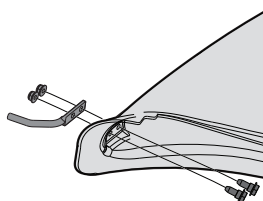

Figure 13
- À partir de l'intérieur du coude, insérez 2 boulons (738-1225) du kit de quincaillerie (689-00636) dans les trous situés à la base de l'avant de la goulotte. Voir Figure 13.
- Placez la tige de montage (712-06043) fournie dans le kit de quincaillerie (689-00636) par-dessus les boulons. Assurez-vous que la tige pointe dans la direction opposée du coude. Voir Figure 13.
- Commencez par serrer les écrous autobloquants (712-04064) du kit de quincaillerie (689-00636) sur les boulons. Voir Figure 13.